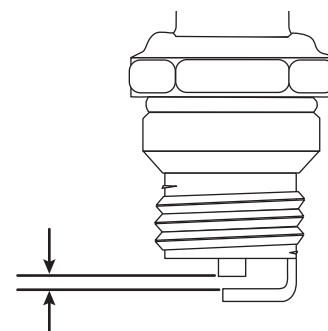

Fig. 20
6. Use un calibrador de separación para ajustar una separación de aire de **0.025 pulgadas (0.635 mm)** (Fig. 20).